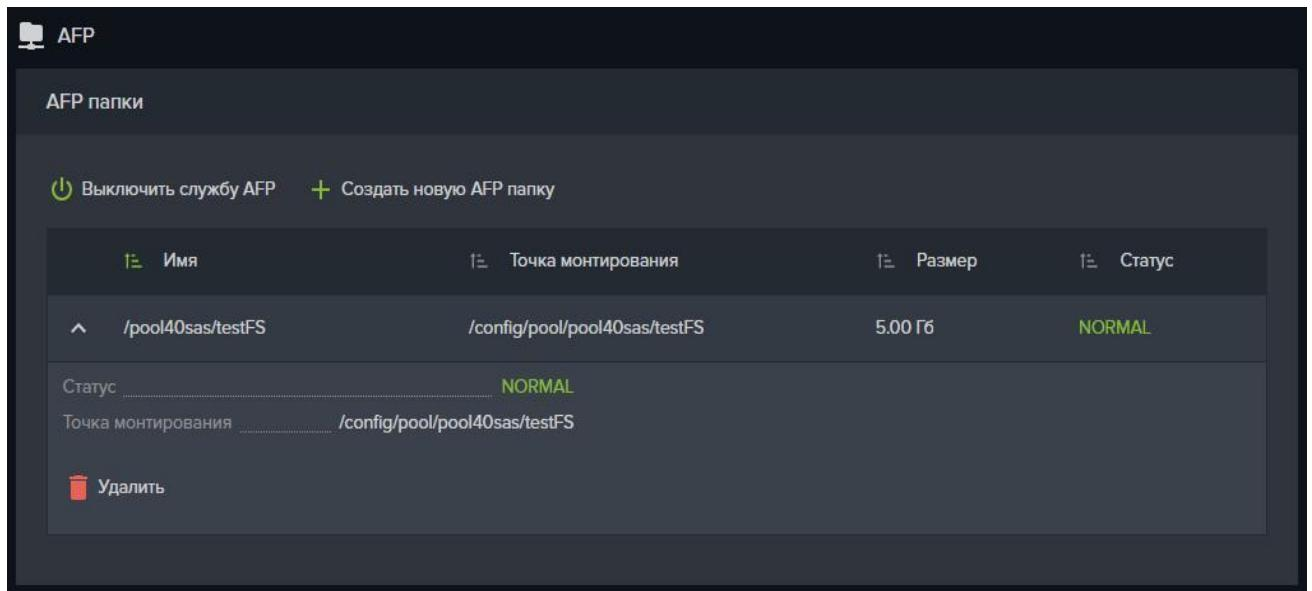

Рисунок 104. Окно создания AFP ресурса
8. Нажмите на кнопку «Включить службу AFP», см. Рисунок 104;